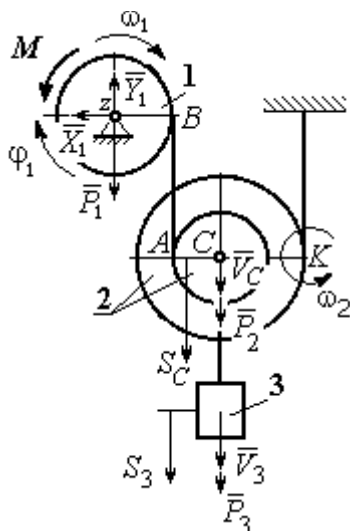

Рис. 5.24. Схема движения механизма
1. Для неизменяемой системы (состоящей из абсолютно твёрдых тел, соединённых нерастяжимыми нитями), движущейся из состояния покоя, теорема об изменении кинетической энергии на конечном перемещении имеет вид $T = \sum A(\vec{F}_k^e)$. Схема движения механизма в предположении, что груз 3 опускается, показана на рис. 5.24.
Во время движения механизма работу совершают силы тяжести $\vec{P}_2$, $\vec{P}_3$ и пара сил с моментом M . Перемещения S_C и S_3 точек приложения сил $\vec{P}_2$, $\vec{P}_3$ и угол φ_1 поворота диска 1 показаны на рис. 5.24.